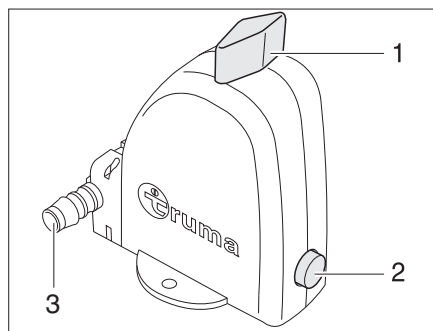

Fig. 197 Valve de sécurité et de vidange du chauffe-eau - Position de fonctionnement
Le chauffe-eau est équipé d'une valve de sécurité et de vidange (Fig. 197). La valve de sécurité et de vidange empêche que l'eau ne gèle dans le chauffe-eau lorsque le chauffage n'est pas allumé en cas de gel.
- ▷ Veiller à ce que la tubulure d'évacuation (Fig. 197,3) de la valve de sécurité et de vidange ne soit jamais obturée (p. ex. par des feuilles, du gel).
- Fermer la valve de sécurité et de vidange. A cet effet, tourner le bouton tournant (Fig. 197,1) transversalement à la valve de sécurité et de vidange et enfoncer le bouton-poussoir (Fig. 197,2).
- Ouvrir la valve de sécurité et de vidange. Tourner le bouton tournant (Fig. 197,1) parallèlement à la valve de sécurité et de vidange. Le bouton-poussoir (Fig. 197,2) ressort. Le chauffe-eau est vidé à l'extérieur via la tubulure d'évacuation (Fig. 197,3) de la valve de sécurité et de vidange.